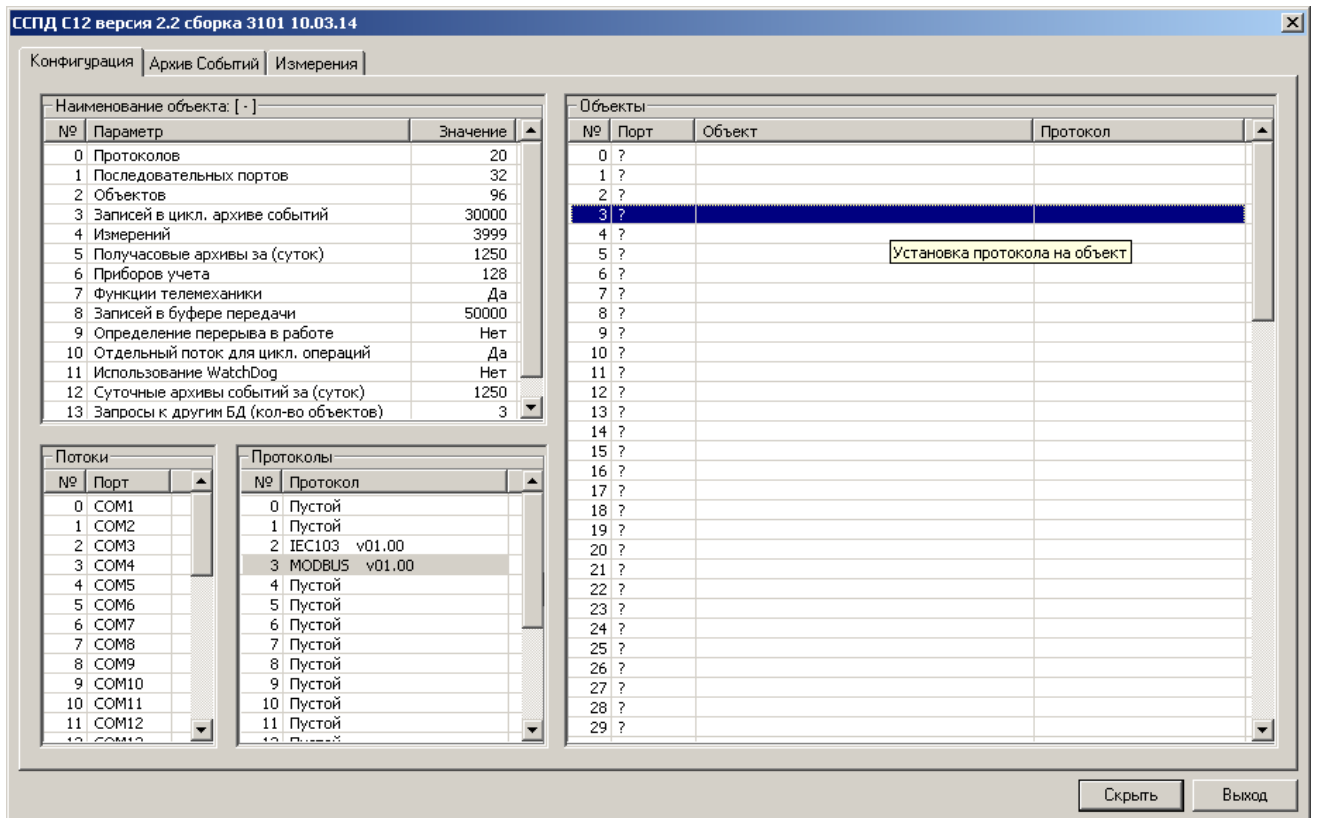

Рис. 3.2. Добавление объекта библиотеки modbus
2. Выбираем требуемый протокол из списка в окне «Протоколы» и, удерживая нажатой левую клавишу мыши, перетаскиваем протокол на выбранный номер объекта в окне «Объекты» (рис. 3.2) и отпускаем клавишу мыши;